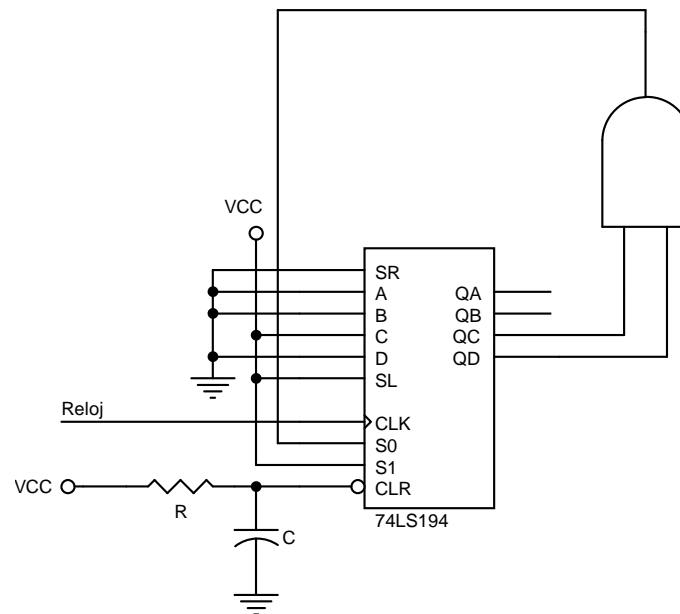

Figura 3.1. Contador implementado con un 74LS194.
Mediante el registro de desplazamiento 74LS194, cuyas características se adjuntan, se ha realizado un contador cíclico, tal como se muestra en la Figura 3.1.
2) Basándose en el montaje de la Figura 3.1, realice un nuevo diseño, incluyendo los elementos necesarios, de forma que la secuencia del contador sea periódica desde la conexión de la alimentación.